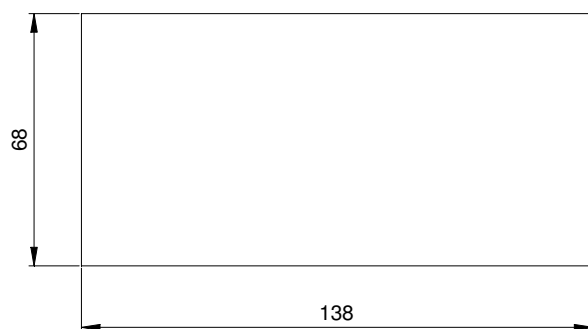

Figura 3 - Foratura pannello (sp. max. 5 mm)
- per il fissaggio dell'indicatore è necessario prevedere un foro delle dimensioni indicate nella figura 3. Inserire poi l'indicatore nel foro predisposto e tramite le due graffette plastiche fissarlo in posizione